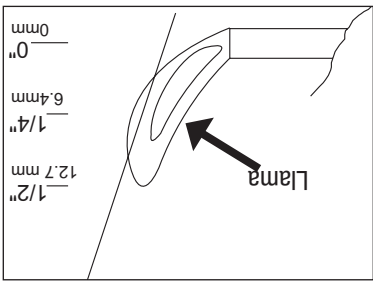

Figura 7
10. Después de encender el quemador observe su llama y asegúrese de que todos los orificios estén encendidos y que la altura de la llama corresponda a la del diagrama (vea Figura 7).